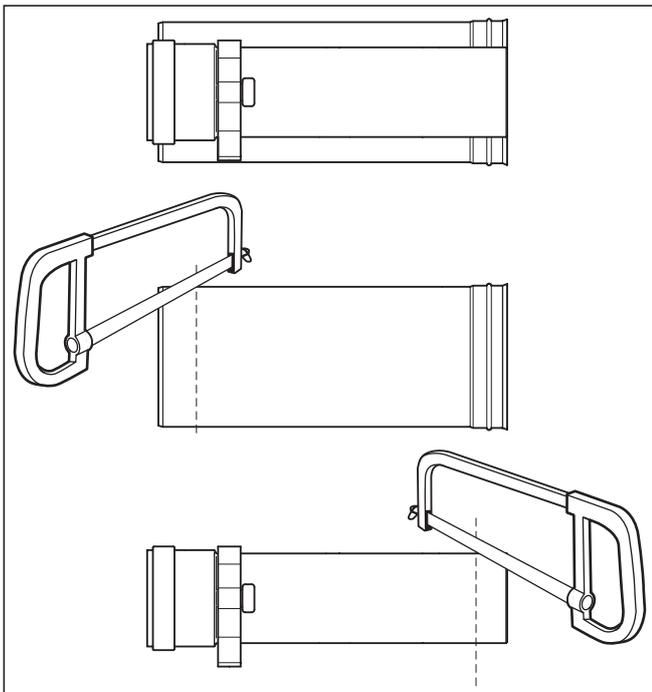

Fig. 6.28 Accorciamento della prolunga
**Accorciare il tubo fumi e il tubo esterno sul lato opposto dei manicotti (fig. 6.28). Il distanziatore deve rimanere bloccato sul tubo fumi.**
- Reinscrivere il tubo fumi nel tubo esterno, come indicato alla fig. 6.28.